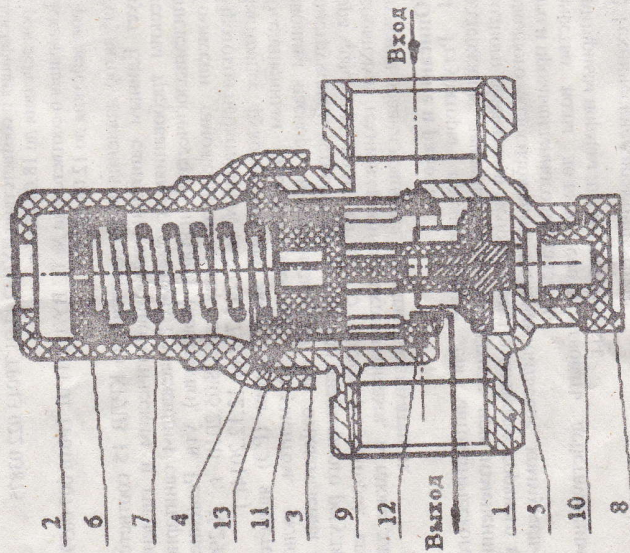

Рис. 1 Регулятор давления воды квартирный КРДВ 15
- снять сетку-фильтр (9) и промыть ее до полного удаления осадка, при необходимости использовать кисть;
- установить сетку-фильтр на место, вставить блок регулировки в корпус регулятора (1), при этом уплотнительные кольца должны быть установлены согласно рис. 1;